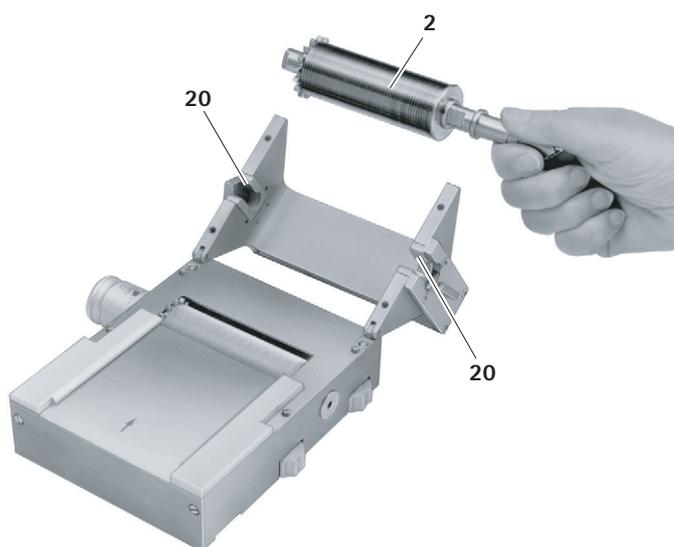

Fig. 4
- Girare il rullo di taglio 2, estraendolo dai punti di supporto 20, vedere Fig. 4.
- Inserire il rullo di taglio 2 nei due punti di supporto 20, vedere Fig. 4.